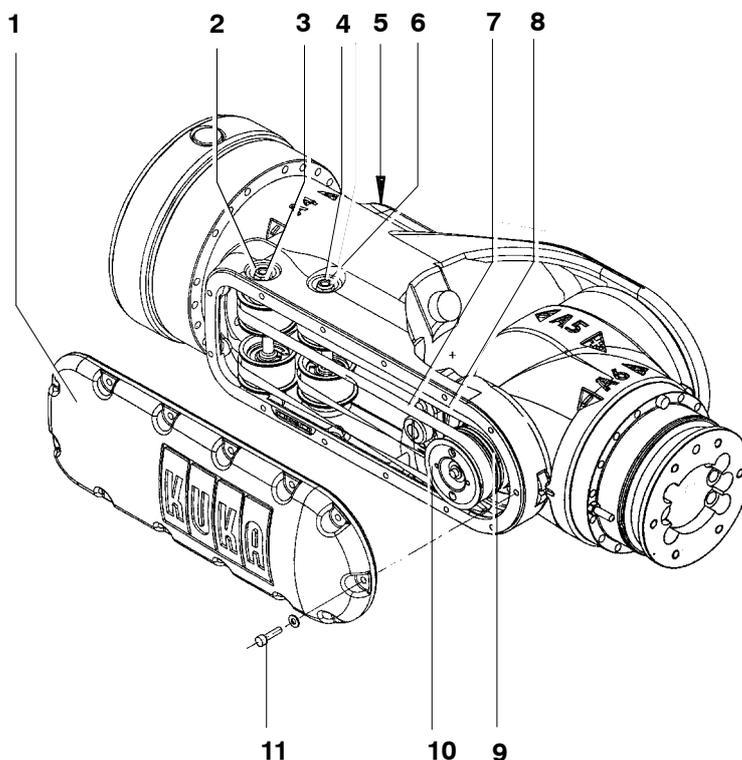

Fig. 111 Démontage et montage de la courroie dentée axe 5 et axe 6
- (1) Mettre le robot en service. Amener le bras en position horizontale et déplacer le poignet en ligne de telle manière que le couvercle (Fig. 111/1) se trouve en haut.
- (2) Enlever le couvercle (Fig. 111/5).
- (3) Dévisser 13 vis à six pans creux M5x20 (11) sans oublier les rondelles-frein et enlever le couvercle (1).
Avant de remonter le couvercle (Fig. 111/1), il faut exécuter les opérations 2 et 3.